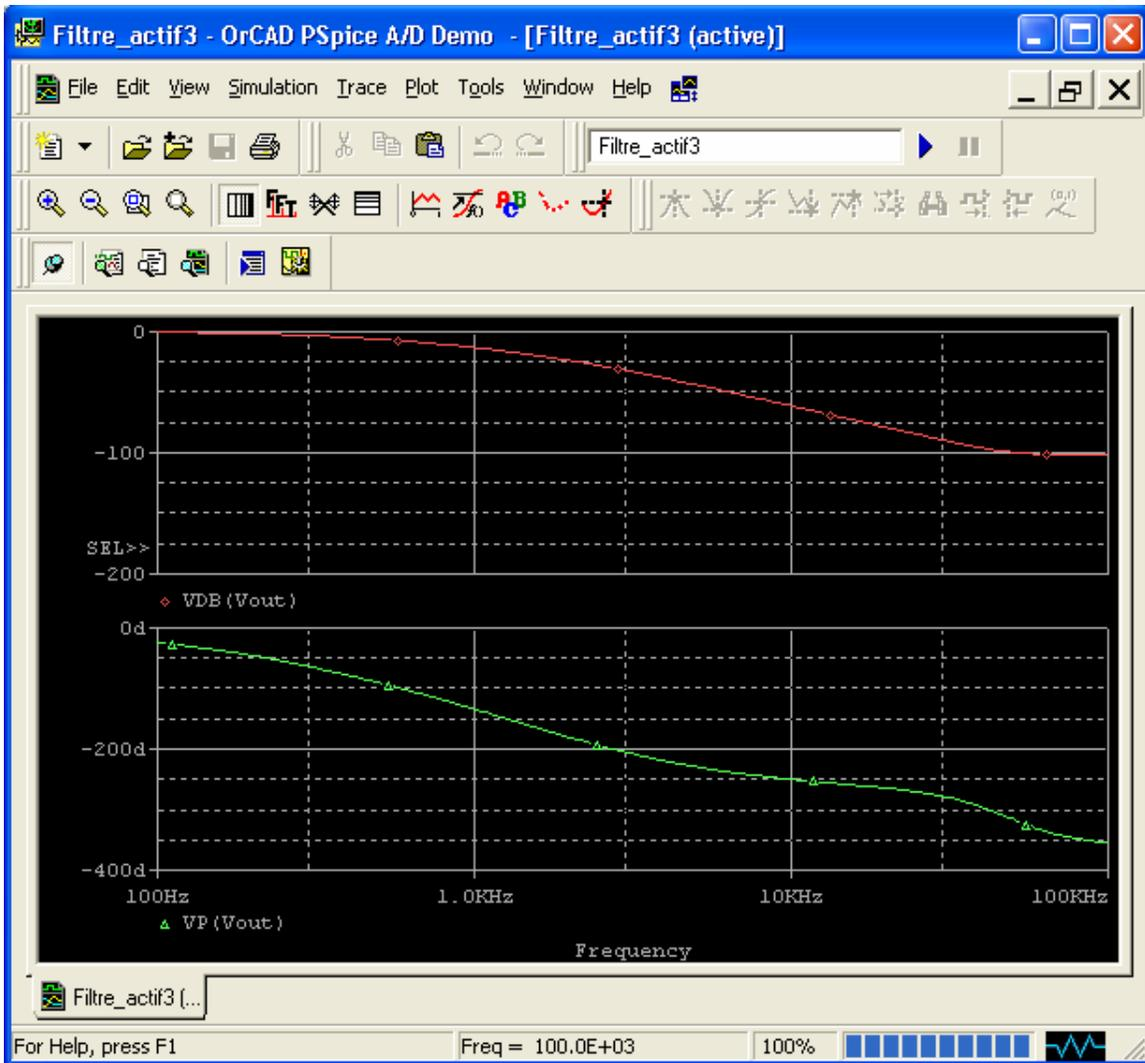

Figure 1.23 : Réponse en fréquence du filtre passe-bas du troisième degré.
- Pour présenter chacun des graphiques séparément, dans la page principale de PROBE ajouter un autre repère en sélectionnant le *Plot/Add Plot to Window* dans le menu *Plot*. Puis cliquer sur la légende d'un des graphiques et faire une copie et coller, enfin transférer un des graphiques sur le nouveau repère (figure 1.23).